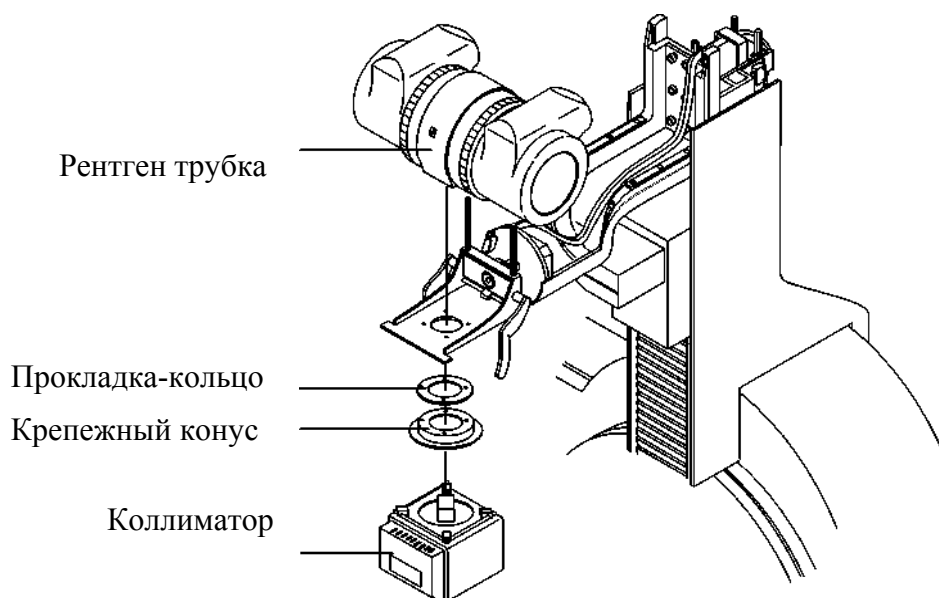

Рис.3-17.
2. Одновременно установите рентген трубку на опору и крепежный конус коллиматора (Рис.3-17). Выполняя это, учитывайте расстояние между фокусом трубки и гранью конуса/коллиматора; чтобы обеспечить соответствующее соотношение между полем излучения и световым полем коллиматора, это расстояние должно быть 80 ± 1 мм. Для этого должны быть использованы кольца-прокладки из комплекта коллиматора (ознакомьтесь с техническими данными рентгеновской трубки, чтобы определить точку фокуса). Зафиксируйте винтами крепления положение собранной конструкции, учитывая, что выбор длины винтов определяется количеством использованных колец-прокладок.